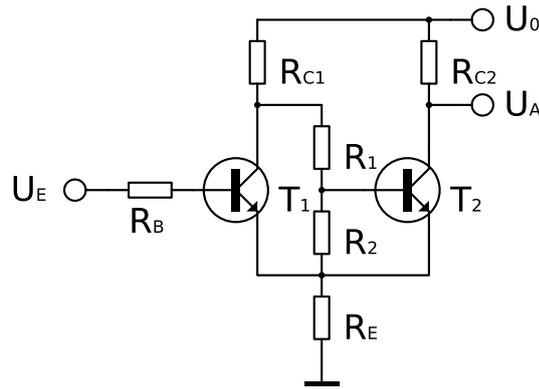

Abbildung 3.6: Schaltbild des Schmitt-Triggers
- Bauen Sie die Schaltung gemäß Abb. 3.6 auf und stellen Sie die Versorgungsspannung auf  $U_0 = 10\text{V}$  ein. Legen Sie an den Eingang eine Wechselspannung mit  $U_{\text{ESS}} = 6\text{V}$  an und stellen Sie den Verlauf von  $U_E$  und  $U_A$  grafisch dar.